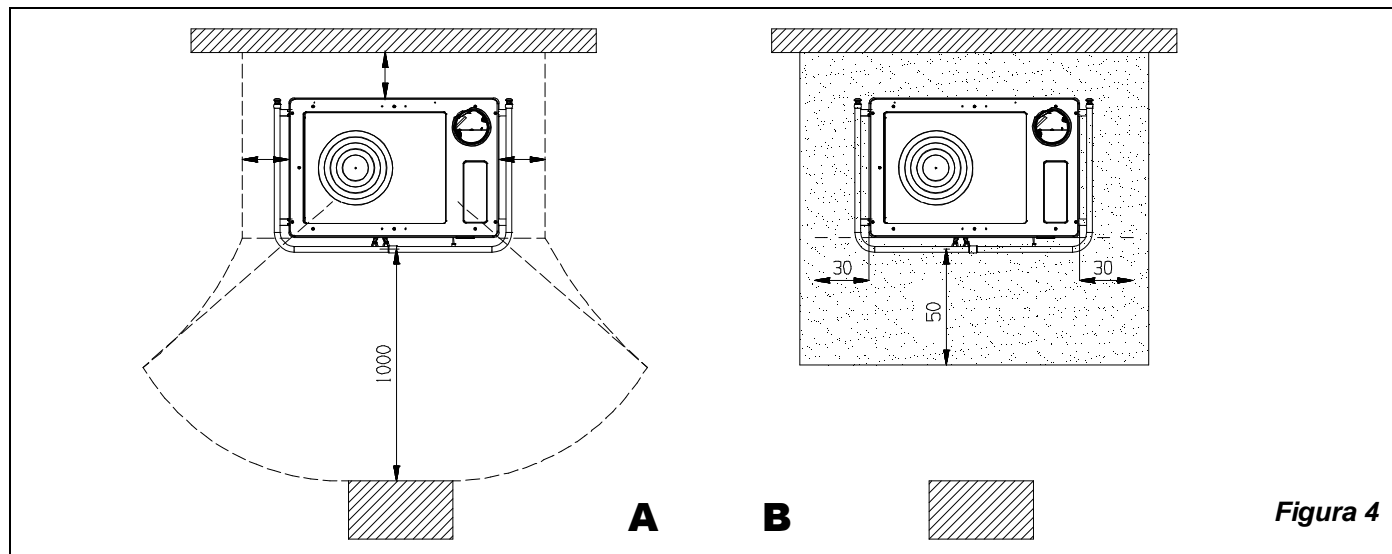

Figura 4
- a) Al fine di assicurare un sufficiente isolamento termico, rispettare la distanza minima di sicurezza dal retro e da entrambi i lati da elementi costruttivi ed oggetti infiammabili e sensibili al calore (mobili, rivestimenti di legno, stoffe ecc.) (vedi Figura 4 **A**). **Tutte le distanze minime di sicurezza sono indicate sulla targhetta tecnica del prodotto e NON si deve scendere al di sotto dei valori indicati.**
- c) qualora il prodotto venga installato su un pavimento di materiale infiammabile, bisogna prevedere un sottofondo ignifugo. **I pavimenti in materiale infiammabile**, come moquette, parquet o sughero etc., **devono essere sostituiti** da uno strato di materiale non infiammabile, ad esempio ceramica, pietra, vetro o acciaio etc. (dimensioni secondo l'ordinamento regionale). **Nel caso in cui la sostituzione del pavimento non sia possibile, l'apparecchio deve essere posizionato sopra una lastra di pietra o cemento spessa almeno 12 cm.** Il sottofondo deve sporgere frontalmente di almeno **50 cm** e lateralmente di almeno **20 cm** oltre all'apertura della porta di carico (vedi Figura 4 **B**).